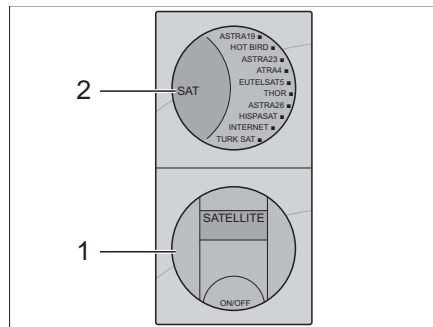

Bild 40 Panel meny förbrukare (variant 2)
- Koppla in satellitsystemet med knappen ON/OFF (Bild 40,1).
- Tryck på knappen SAT (Bild 40,2) för att välja en av de 10 sparade satelliterna.
- Tryck på knappen ON/OFF (Bild 40,1).